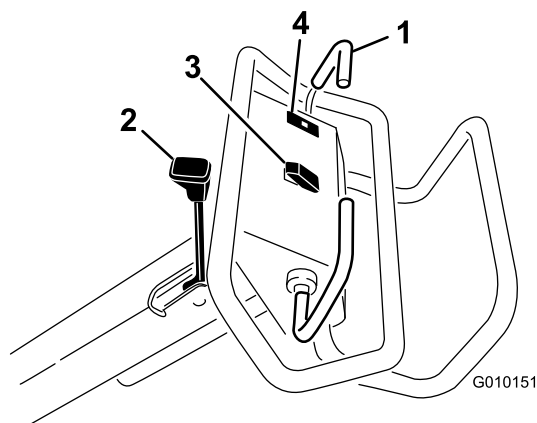

Figura 11
Para desplazarse hacia adelante, mueva la barra de tracción hacia adelante. Para desplazarse hacia atrás, mueva la barra de tracción hacia atrás (Figura 11).
- Para accionar el freno de estacionamiento, mueva la palanca del freno de estacionamiento hacia el manillar del operador (Figura 11).
El indicador de advertencia de la presión del aceite (Figura 11) se enciende si la presión de aceite del motor cae por debajo de un nivel seguro. Si se produce una baja presión del aceite, apague el motor e investigue la causa. Repare la avería antes de arrancar el motor de nuevo.
Elevar – pulse la parte superior del interruptor (Figura 11) para elevar y desengranar el cabezal de perforación. El motor debe estar en marcha para generar presión de elevación. Si el cabezal de perforación está más bajo que la altura de transporte, consulte Reinicio del circuito de control del sistema (página 25).
Bajar/Engranar – pulse la parte inferior del interruptor (Figura 11) para bajar y engranar el cabezal de perforación. Para poder accionar el interruptor, la barra de tracción debe estar desplazada hacia adelante.